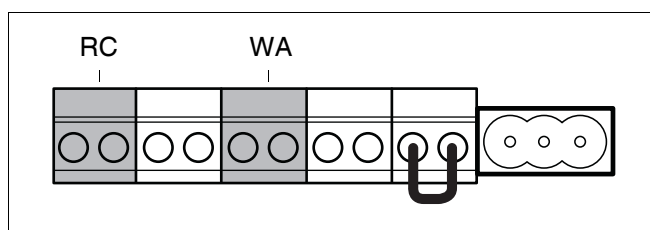

Fig. 28 Klemrække - rumbetjeningsenhed RC og potentialfri varmeaktivering
- Det er ikke muligt at slutte mere end én betjeningsenhed direkte til kedlen samtidigt (fig. 28).